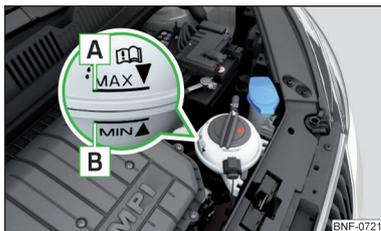

Fig. 140
Vérifier le niveau du liquide de refroidissement - Le niveau du liquide de refroidissement doit être compris entre les repères **A** et **B** » fig. 140. Si le niveau du liquide de remplissage est inférieur au repère **B**, rajoutez du liquide de refroidissement.
La **désignation** du liquide de refroidissement est mentionnée sur le vase d'expansion du liquide de refroidissement » fig. 140.
- Ne versez pas le liquide de refroidissement au-delà de la marque **A** » fig. 140. Le liquide de refroidissement peut être sous pression à cause du chauffage du système de refroidissement, risque d'endommagement des pièces du compartiment moteur.